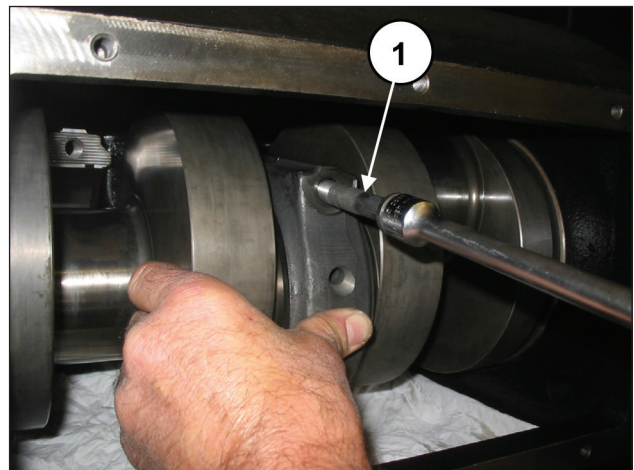

Fig. 60
Fixer les chapeaux sur les demi-bielles à l'aide des vis M12x1,25x87 (rep. ①, Fig. 60).